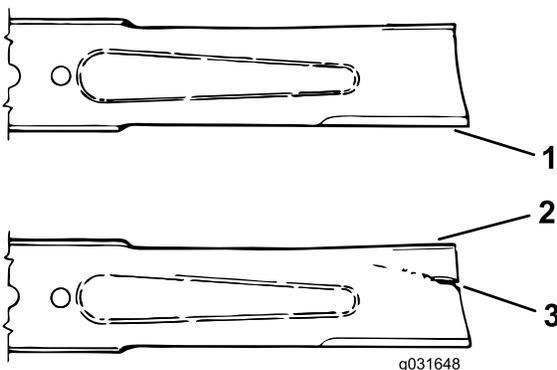

Рисунок 75
3. Осторожно проверьте режущие кромки ножей, особенно в точке соединения плоской и изогнутой частей ножа (Рисунок 75).